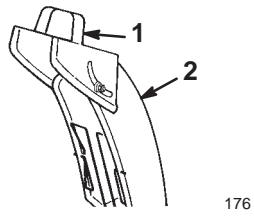

Figure 16
- Poignée du déflecteur** (Fig. 16)—Déplacez la poignée du déflecteur vers l'avant pour rejeter la neige plus bas ou vers l'arrière pour la rejeter plus haut.